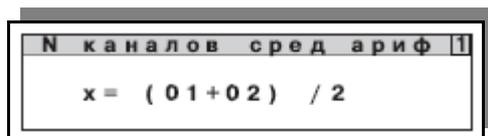

Рисунок 2.27. — Изображение окна «N каналов сред ариф».
Для определения среднего арифметического однотипных параметров из меню КАНАЛ *tn* войти в подменю N КАНАЛОВ СРЕД АРИФ. При помощи кнопок «▲», «▼», «◀», «▶» ввести значения однотипных параметров t_{x1} , t_{x2} для формулы (2) (см. п.1.3.2 части 1 руководства) и нажать ВВОД для подтверждения выбора, либо МЕНЮ для его отмены, рисунок 2.27. Параметр применяется только для типа канала N каналов сред ариф.